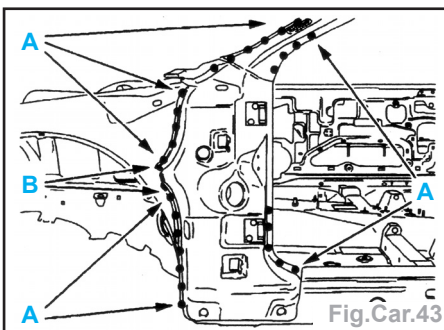

Fig.Car.43
- Solder par points électriques suivant **A** (avec l'équipement **EA1**) (Fig.Car.43).